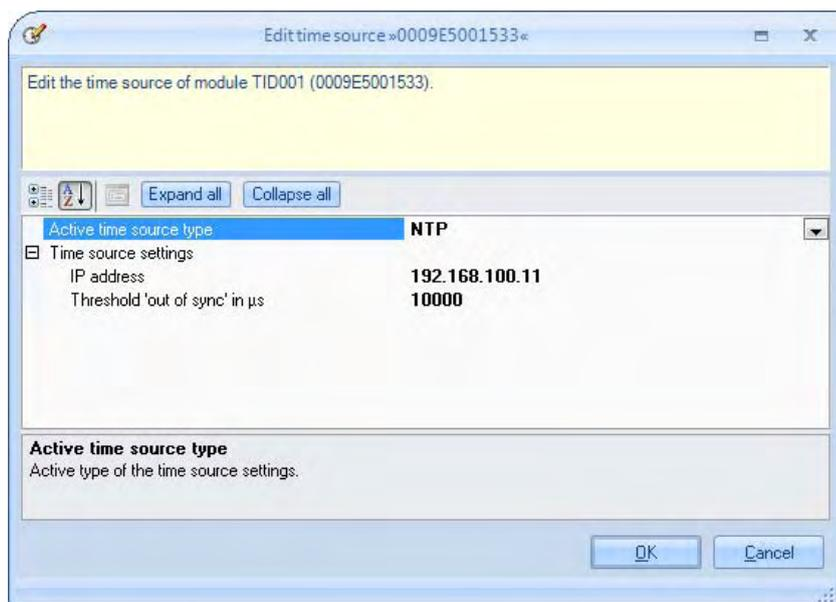

Fig. 5.15: Dialogo **Edit time source** (edita sorgente tempo)
2. Selezionare **NTP** nel **Active time source type** (tipo sorgente tempo attiva) (Fig. 5.15).